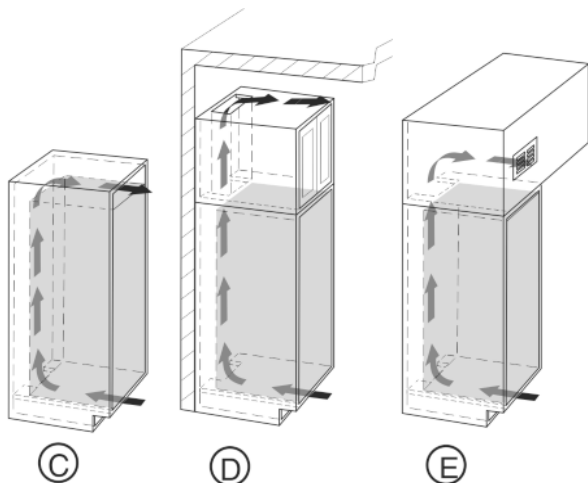

Fig. 4
- Secțiunea de ventilație superioară poate fi executată fie direct deasupra aparatului cu un grilaj de ventilație opțional Fig. 4 (C), în apropierea planșeului deasupra mobilierului Fig. 4 (D) sau ca orificiu de evacuare a aerului uzat într-un planșeu intermediar Fig. 4 (E).